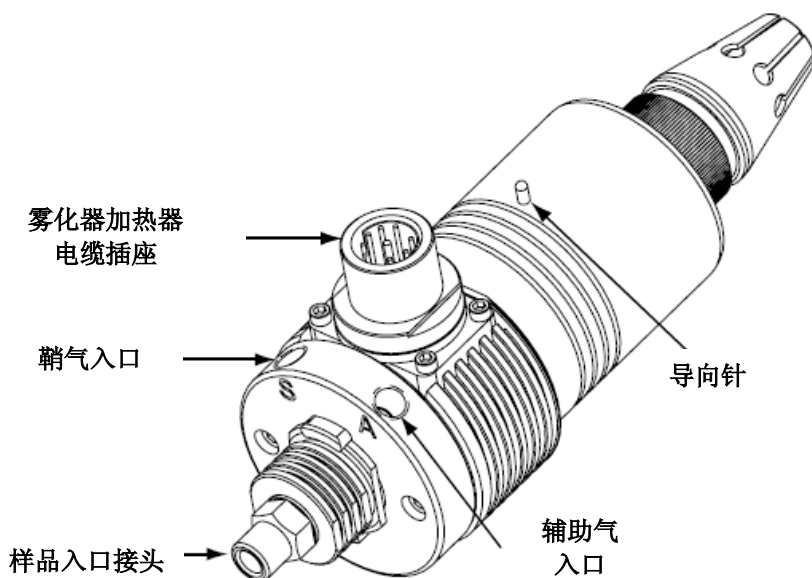

图 6-8. APCI探头
4. 将APCI探针插入离子源外壳上的端口，对齐探针体上的导向针，与ESI联锁组件成45度角，见图6-8。